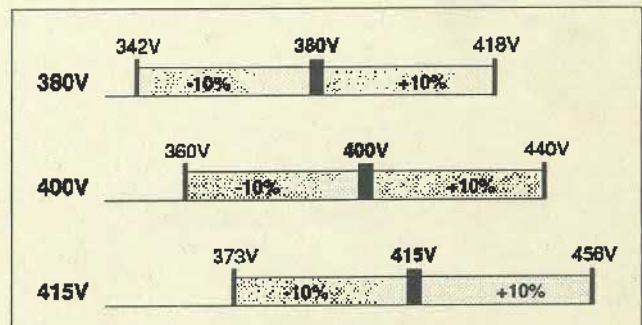

Abb. 6 Toleranzbereiche der Netzspannungen 3x380V / 400V / 415V~
Das Schweißgerät ist ab Werk auf 400V geschaltet! - dies bedeutet, die Anlage kann, bedingt durch den Toleranzbereich von +/- 10%, auch am 3x380V~ Netz betrieben werden (Abb. 6). Geräte, welche auf eine andere Spannung als 3x400V geschaltet sind, werden mit einem Aufkleber: "ACHTUNG! GERÄT IST AUF.....V GESCHALTET", gekennzeichnet.
① NETZ- HAUPTSCHALTER EIN/AUS
② **BETRIEBSBEREITSCHAFTSANZEIGE** leuchtet auf, wenn der Netzschalter auf "1" geschaltet wird.
③ **ÜBER- oder UNTERSCHWELGUNGSANZEIGE** Bewegt sich die Netzspannung außerhalb des genannten Toleranzbereiches von +/-10% (Abb. 6), schaltet die Spannungsüberwachung das Gerät selbsttätig ab und die LED-Anzeige ③ leuchtet. Treten kurzzeitige Netzeinbrüche oder Überspannungsspitzen auf, schaltet die Stromquelle aus, aber sofort wieder ein. Um eine spätere Lokalisierung eines solchen Fehlers zu erleichtern, leuchtet die LED-Anzeige ③ so lange, bis der Netzschalter ① manuell ausgeschaltet wird. Sofern beim Wiedereinschalten des Hauptschalters die Netzspannung innerhalb der angegebenen Toleranz liegt darf die Über- Unterspannungsanzeige nicht aufleuchten.